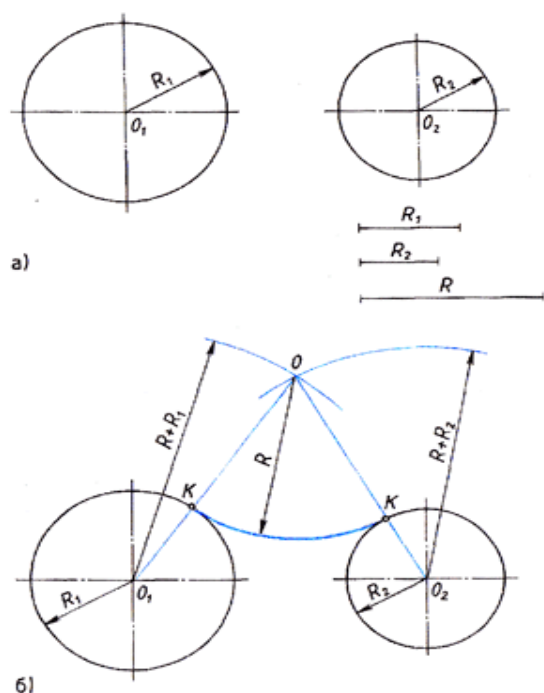

Рис. 3 Сопряжение дуг двух окружностей дугой заданного радиуса
Рассмотрим пример внешнего сопряжения дуг двух окружностей дугой заданного радиуса. Заданы радиусы  $R_1$  и  $R_2$  дуг двух окружностей (длины радиусов показаны отрезками прямых). Необходимо построить их сопряжение третьей дугой радиуса  $R$  (рис. 3, а). Для нахождения центра сопряжения проводим две вспомогательные дуги: одну радиусом  $O_1O = R_1 + R$ , а другую  $O_2O = R_2 + R$ . Точка пересечения вспомогательных дуг является центром сопряжения. Точки сопряжения  $K$  лежат в пересечении прямых  $dO$  и  $O_2O$  с дугами заданных окружностей. Из центра сопряжения радиусом сопряжения проводим дугу, соединяя точки сопряжений. При обводке построений вначале изображают дугу сопряжения, а затем дуги сопрягаемых окружностей (рис. 3, б). Внутреннее сопряжение дуг двух окружностей дугой заданного радиуса.
- при внешнем сопряжении брать сумму радиусов заданных дуг и радиуса сопряжения, т. е.  $R_1 + R$ ;  $R_2 + R$  (рис. 3);